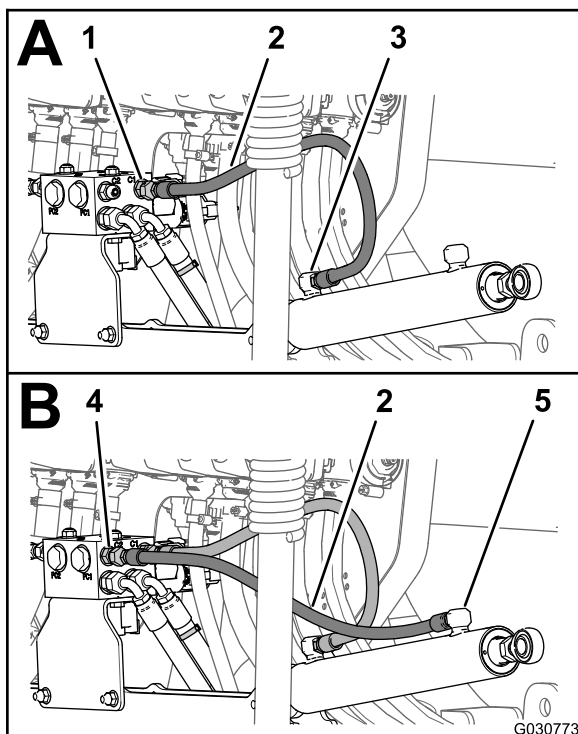

Figura 96
- Montate senza serrarlo un nuovo flessibile idraulico (1/4" x 24 3/4") tra il foro di estensione del cilindro di sollevamento di destra e il foro C1 del collettore di sollevamento delle barre (Figura 96).
- Montate senza serrarlo un nuovo flessibile idraulico (1/4" x 24 3/4") tra il foro di ritrazione del cilindro di sollevamento di destra e il foro C2 del collettore di sollevamento delle barre (Figura 96).
- Serrate i raccordi del flessibile nei fori di estensione e ritrazione dei cilindri di sollevamento (Figura 95 e Figura 96) a 21–26 N·m.
- Serrate i dadi orientabili dei flessibili nel collettore di sollevamento delle barre (Figura 95 e Figura 96) a 24–30 N·m.